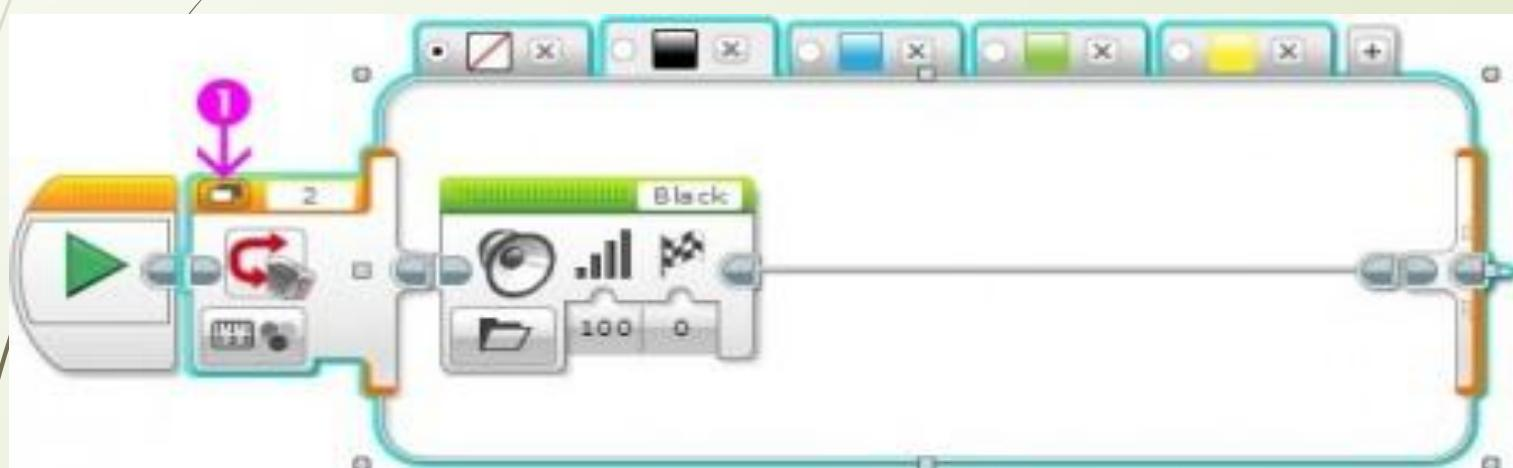

Рис. 4
- Наш программный блок "Переключатель" значительно увеличился в размерах. Специальная кнопка (**Рис. 4 поз. 1**) позволяет переключить режим отображения блока на экране на "**Вид с вкладками**". Изменим размеры блока для комфортного визуального отображения.